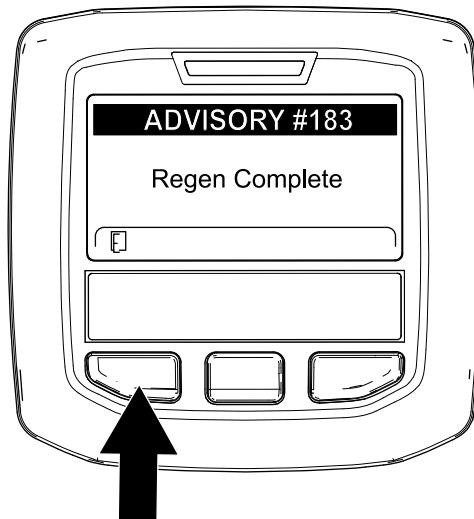

Figura 58
9. Cuando el ordenador del motor finaliza una regeneración con la máquina aparcada o una regeneración de recuperación, el InfoCenter muestra ADVISORY #183 (Aviso n.º 183) (Figura 58). Pulse el botón de la izquierda para salir a la pantalla de inicio.
Nota: Si la regeneración no se realiza correctamente, el InfoCenter muestra Advisory #184 (Aviso n.º 184) (Figura 58). Pulse el botón de la izquierda para salir a la pantalla de inicio.